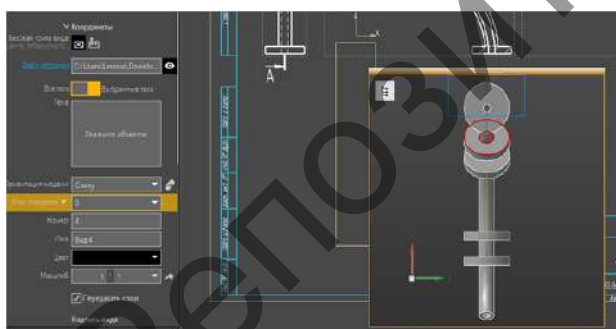

Рисунок 8 — Выбранные тела
5. Все тела/Выбранные тела (рисунок 8). Позволяет выбрать какие именно тела будут отображаться на вставляемом виде (т.к. модель может состоять из нескольких тел).